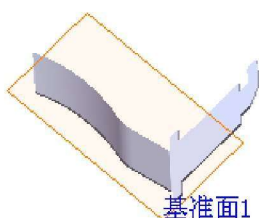
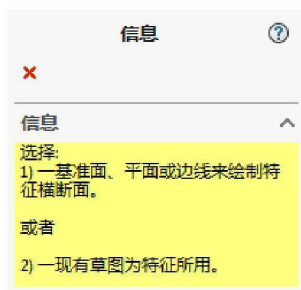
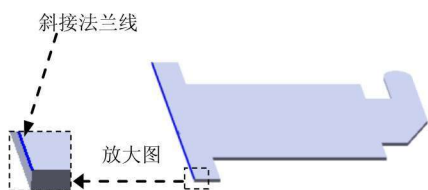

图 1.8 斜接法兰 1
图 1.9 “信息”对话框
图 1.10 斜接法兰线
Step4. 创建图 1.8 所示的钣金特征——斜接法兰 1。选择下拉菜单 **插入(I)** → **钣金(B)** → **斜接法兰(O)...** 命令 (或单击“钣金”工具栏上的“斜接法兰”按钮), 系统弹出图 1.9 所示的“信息”对话框。在模型中选取图 1.10 所示的边线为斜接法兰线 (“信息”对话框自动消失), 系统自动生成基准平面 1, 并进入草绘环境; 在草绘环境中绘制图 1.11 所示的横断面草图, 选择下拉菜单 **插入(I)** → **退出草图** 命令, 退出草绘环境, 系统弹出图 1.12 所示的“斜接法兰 1”对话框; 在 **法兰位置(L):** 区域中单击“折弯在外”按钮 , 其他采用默认设置值, 在 **起始/结束处等距(O)** 区域的 文本框中输入值 3.00, 在 文本框中输入值 3.00, 其他采用默认设置值; 单击 按钮, 完成斜接法兰 1 的创建。